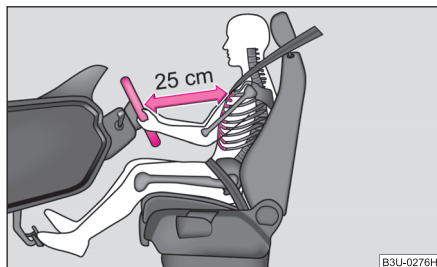

Fig. 116 La distance correcte entre le conducteur et le volant
- Ajustez le volant de façon que l'écart entre le volant et le buste soit de 25 cm au moins $\Rightarrow$ fig. 116.
- Le conducteur doit être au minimum à 25 cm du volant $\Rightarrow$ fig. 116. Les airbags ne peuvent pas vous protéger si vous en êtes plus près – danger mortel!